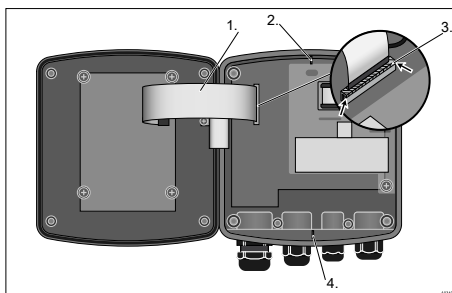

Abb. 36: Flachbandkabel lösen
Der Sockel des Flachbandkabels ist fest auf der Platine verlötet. Der Sockel kann nicht demontiert werden. Zum Lösen des Flachbandkabels muss die Verriegelung (3) des Sockels geöffnet werden, siehe Abb. 36